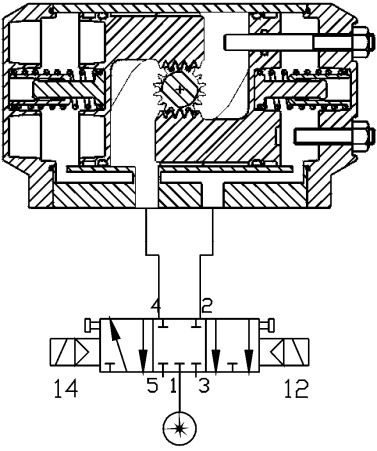

Figura 6
- **3 vie (3/3)** per attuatori a Semplice Effetto: dando un impulso alla bobina 12, l'aria è scaricata attraverso la Porta 2 (vedi Figura 6)